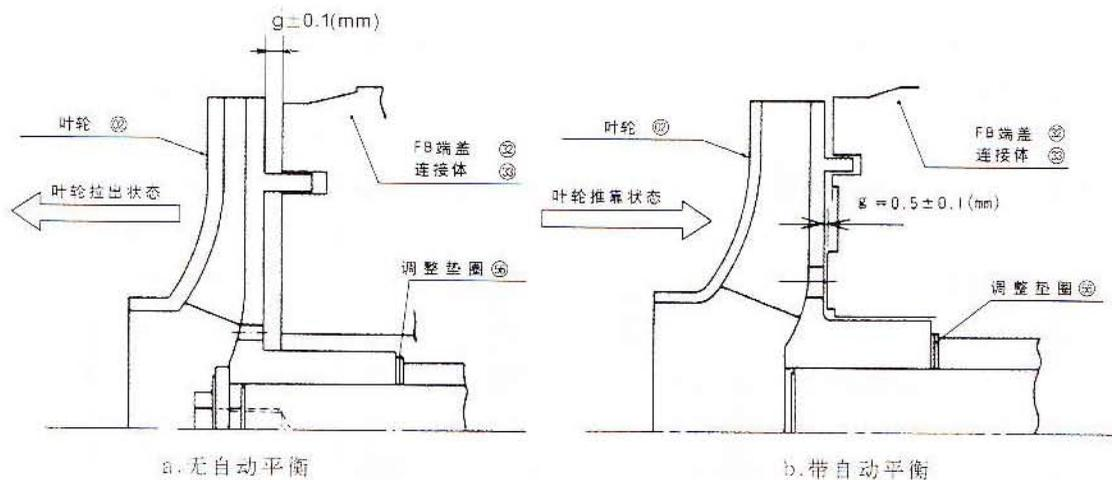

图 15
6.1.8 按图 15 所示,测量 g 尺寸,并记录。
如图 15 所示,把叶轮向外拉,测定 g 尺寸,再用调整垫圈(56)将 g 尺寸调整到表 4 规定值。